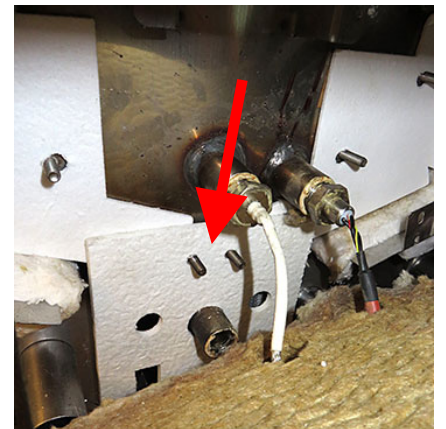

図 49
55. 下部の内側前面断熱材を慎重に交換します (図 49 を参照)。